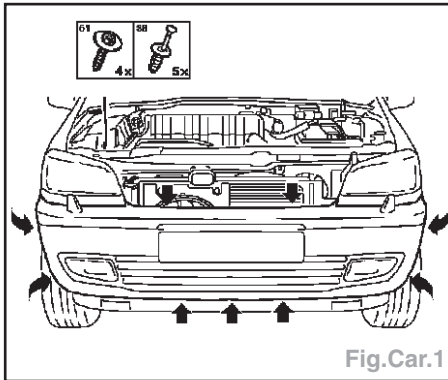

Fig.Car.1
- Déposer le bouclier AV (Fig.Car.1).